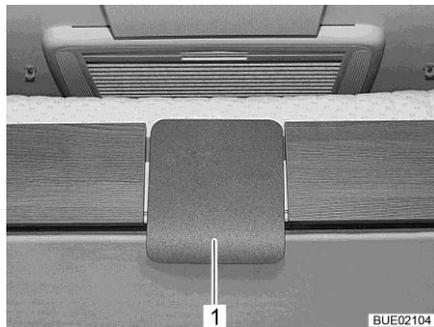

Fig. 138 Placa de desbloqueo en la cama elevada (Ixeo I)
- Cama elevada con dispositivo de encaje: tirar de la parte inferior de la placa de desbloqueo (Fig. 138,1) y tirar la cama elevada hacia abajo hasta el tope.